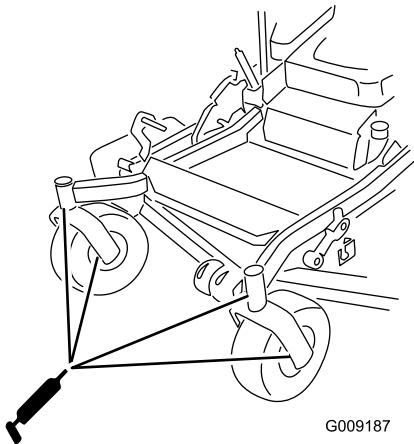

Figure 39
10. Remettez le bouchon hexagonal et le capuchon protecteur en place (Figure 39).
11. Graissez les roulements des roues pivotantes (Figure 39).